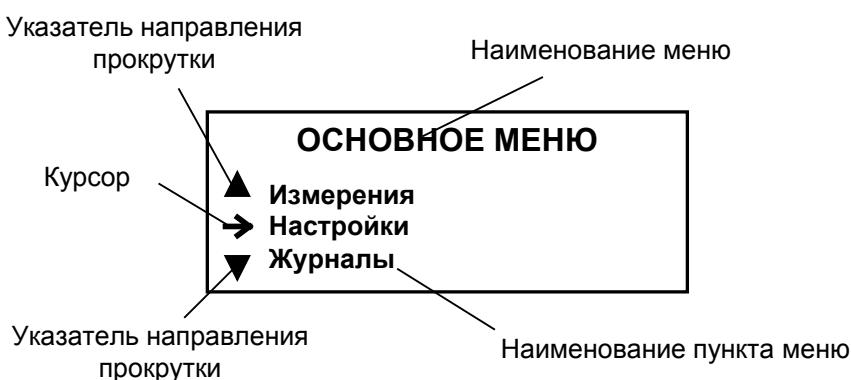

Рис. 1. Вид основного меню.
- 1.1.1. Для управления расходомером с клавиатуры ВП используется многоуровневая система меню (Приложение А), состоящая из основного меню, подменю и окон, содержащих списки команд и параметров. Основное меню (рис.1) имеет неизменный состав. Состав и структура подменю и окон, а также возможности модификации установочных параметров определяются режимом работы расходомера.
- 1.1.3. Индикация на дисплее состоит из наименования меню (окна), располагающегося неподвижно в первой строке дисплея жидкокристаллического индикатора (ЖКИ), и наименований пунктов меню (параметров), которые могут смещаться вверх или вниз (рис.1).
1.1.5. Одновременно на дисплее может индицироваться не более 3-х строк (пунктов меню, параметров из списка). Поэтому в начале первой и последней строк пунктов (параметров) могут располагаться указатели направления прокрутки в виде треугольников (рис.1), вершины которых направлены в стороны возможного перемещения курсора по строкам (пунктам меню, параметрам).